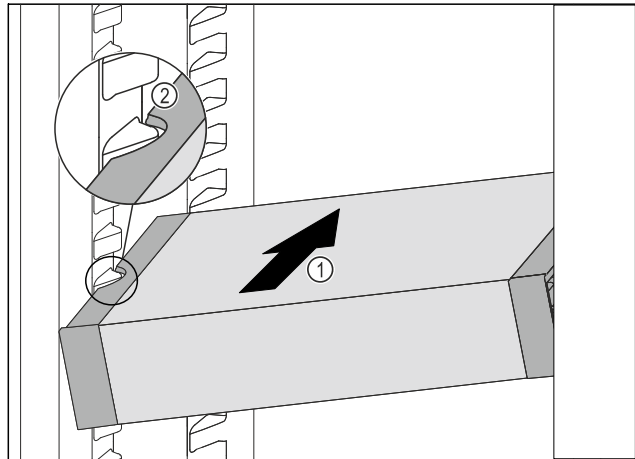

Fig. 63
▶ Työnnä VarioSafe vinossa jääkaappiosaan Fig. 63 (1), kunnes VarioSafen sivuilla olevat lovet Fig. 63 (2) ovat jääkaappiosassa olevien kotelokiilojen tasolla.